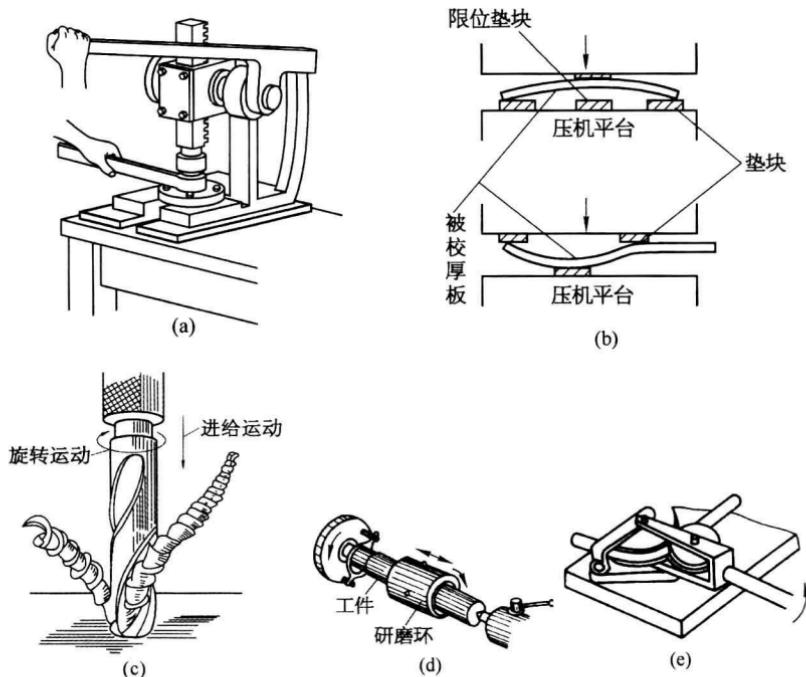

图 1-2 铣工简单设备作业
(2) 简单设备作业 如图 1-2 所示,包括压装滑动轴承套、轴的矫正、钻扩铰孔、表面研磨、抛光等。
(3) 一般装配调整作业 如滚动轴承装配、平键联接装配、销钉联接装配、螺纹联接装配等。